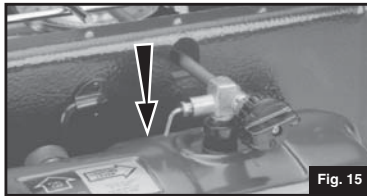

Fig. 15
- Espere un minuto completo; mueva la PALANCA DE ENCENDIDO hacia abajo. (Fig. 15)